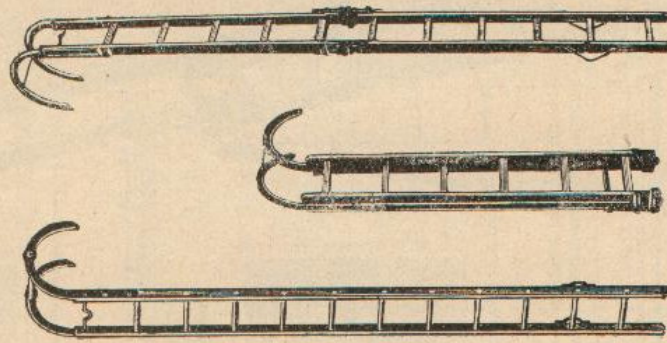

Fig. 80.
*La scala a gancio o ad arpione, fig. 80.* — La scala a gancio ha lo scopo di accelerare e facilitare la scalata esterna dei fabbricati servendosi dei davanzali delle finestre quale punto d'appoggio. Essa trova perciò speciale applicazione in vicoli e vie strette, e su fabbricati di rilevante altezza, mentre per case basse si adatta meglio la scala a pezzi e quella a sfilo a traliccio, tanto per la comodità e sicurezza della salita, quanto per l'innalzamento dei tubi di mandata.